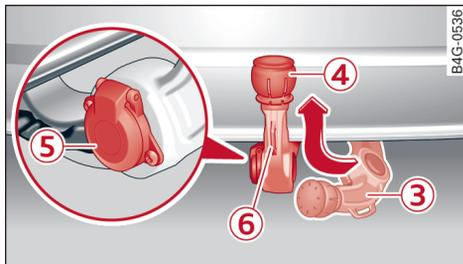

图 158 后保险杠：锁止挂车牵引装置并打开插座
- ▶ 继续沿箭头方向用手推挂车牵引装置 ③，直到听到和感到其卡止 ⇨ 图 158。LED 指示灯呈绿色亮起。
- ▶ 在连接挂车前，必须将防尘盖 ④ 拔下，并将其存放到车内。
- ▶ 将挂车的电缆插到插座上 ⑤。
- ▶ 如果在本车上连接挂车，那么请将挂车的安全绳挂到挂钩 ⑥ 中。